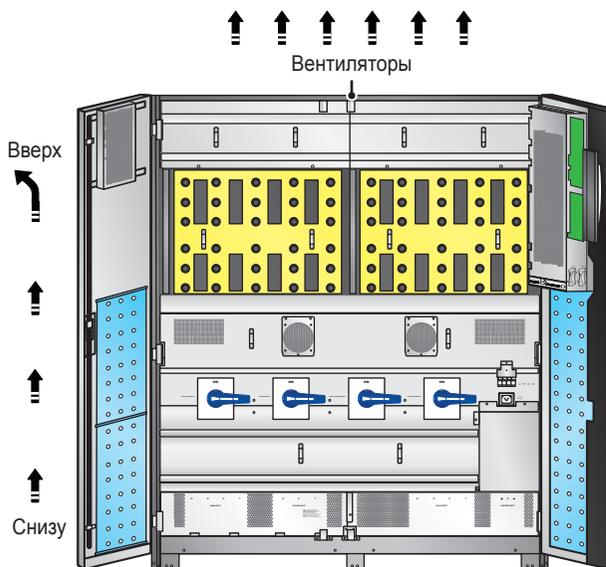

Рис. 5-1. Направление воздушного потока, создаваемого вентиляторами
- На месте монтажа должно быть обеспечено достаточного свободного пространства для вентиляции и обслуживания ИБП. Поскольку вентиляторы ИБП создают поток воздуха, направленный снизу вверх (см. *рис. 5-1*), а опциональный внешний батарейный кабинет следует устанавливать рядом с ИБП, то рекомендуется: